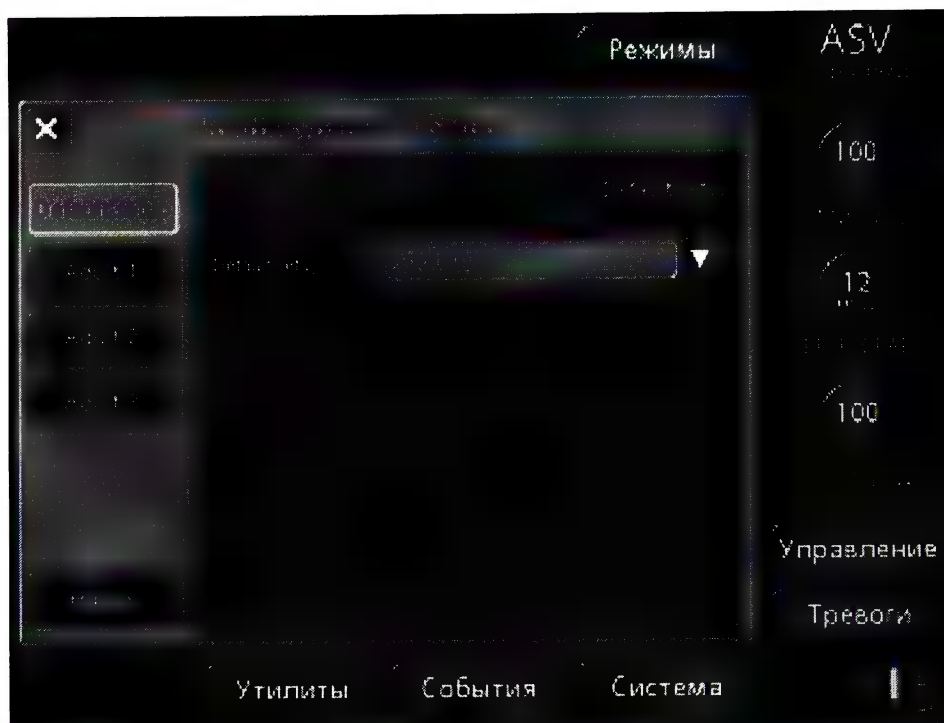

Рисунок J-5. Окно выбора настройки по умолчанию
1. В окне **Setups** (рис. J-5) откройте окно **Default setup**.